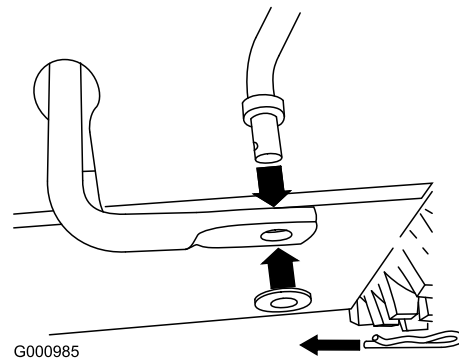

Рисунок 11
1. Извлеките шплинт и снимите шайбу с нижнего конца штока управления скоростью, затем вставьте нижний конец штока в нижнее коромысло так, чтобы изогнутый конец штока управления скоростью был направлен назад (Рисунок 11).